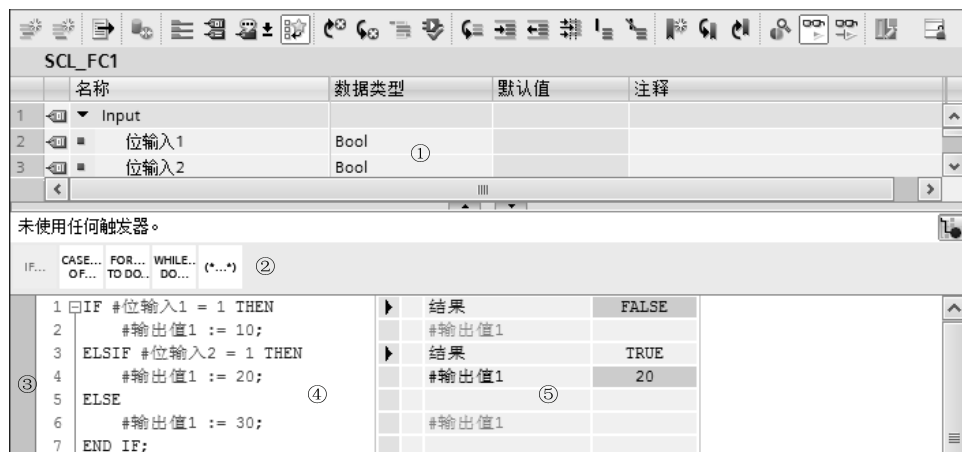

图 5-43 SCL 程序编辑器窗口
双击函数 SCL_FC1，打开 SCL 程序编辑器窗口。图 5-43 中标有①的是接口参数区，标有②的是编辑器中的收藏夹。在标有③的侧栏可以设置书签和断点。标有④的代码区用于对 SCL 程序进行编辑，标有⑤的是程序运行时指令的输入、输出参数的监控区。